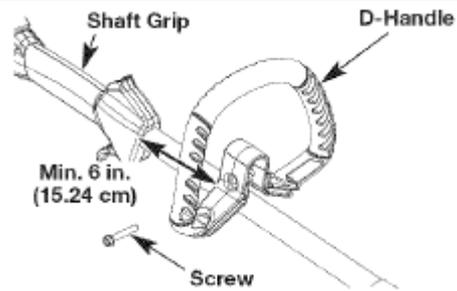

Рис. 2
1. Ослабьте винты на D-образной рукоятке (Рис. 2).